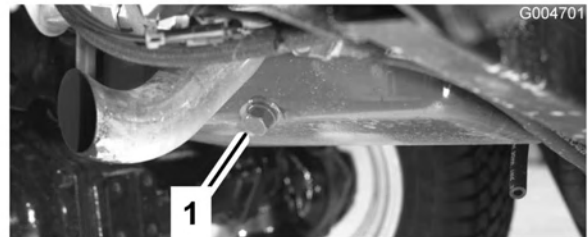

Bild 48
1. Entfernen Sie eine der Ablassschrauben (Bild 48) und lassen Sie das Öl in die Auffangwanne ab. Schrauben Sie die Ablassschraube wieder ein, nachdem das Öl abgelassen ist.